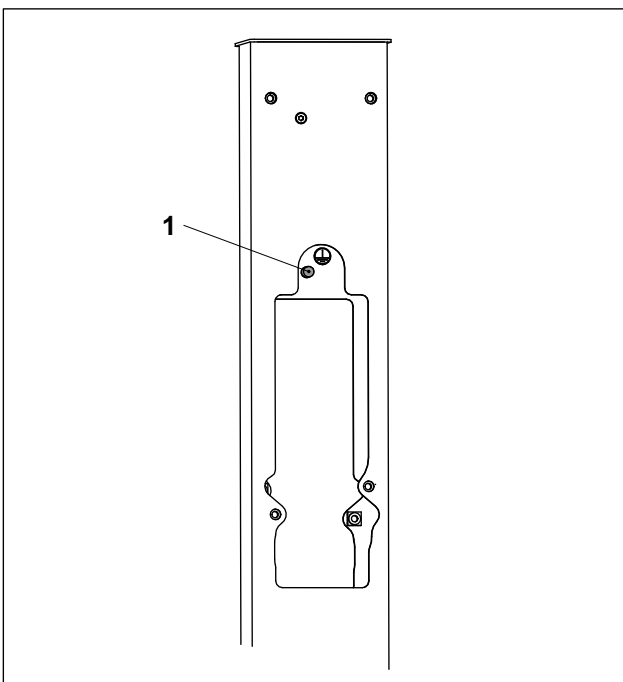

Fig. 1 Conexión del circuito equipotencial de protección
- El circuito equipotencial de protección apto según las directivas nacionales (p. ej., IEC 60364-4-41; VDE 0100-410) se establece a través de un punto de conexión identificado (fig. 1/1) en la columna para un cable de conexión a tierra adecuado. El cable de conexión a tierra debe ser facilitado por el propietario conforme a las directivas nacionales.